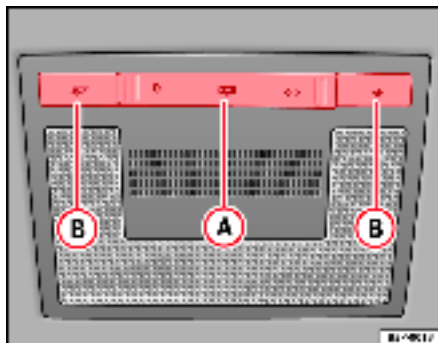

Fig. 80 Garniture intérieure du plafond : éclairage avant de l'habitacle
La commande ⇒ fig. 80 (A) vous permet de sélectionner les positions suivantes :
Tournez la commande rotative en position O ⇒ fig. 80.